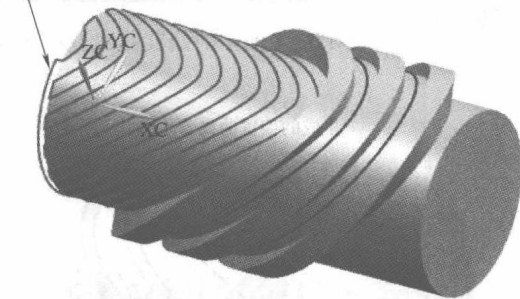
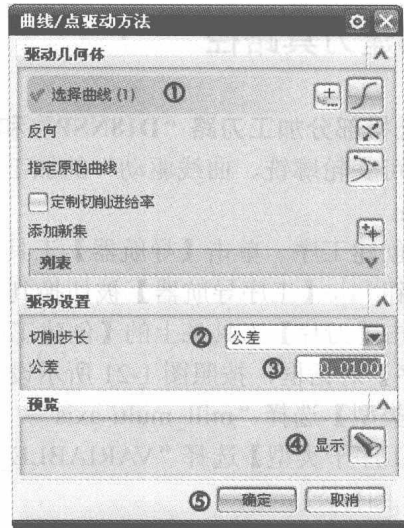
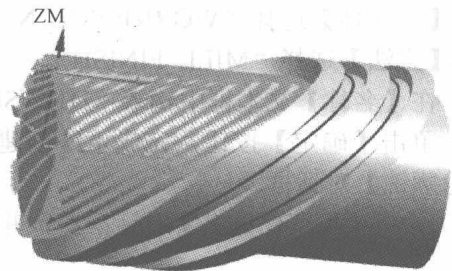
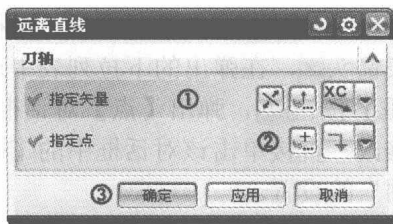

图 1-13 利用【连结曲线】命令生成的样条线
图 1-23 【曲线/点驱动方法】对话框
图 1-24 驱动曲线及其生成的驱动点
图 1-25 【远离直线】对话框
以凸轮左端面建立一个基准平面, 以这个基准平面裁剪掉基准面左边的曲线, 修剪结果如图 1-12 所示; 然后用半径为 70mm 的圆弧把这些曲线连接起来, 首尾相连; 最后利用 UG 软件的【连结曲线】命令按顺序选取全部的曲线, 该命令就把这些首尾相连的曲线变成一条样条线, 如图 1-13 所示(具体操作读者自己完成, 零件文件中已经做好了这些曲线, 放在第 4 层)。
①【驱动方法】选择“曲线/点”, 弹出【曲线/点驱动方法】对话框, 按图 1-23 所示设置对话框参数: ①单击【选择曲线】按钮条, 选择前面设计的无槽部分加工驱动曲线(图 1-13); ②单击【切削步长】右边的下拉列表箭头, 在弹出的下拉列表中选择“公差”; ③在【公差】文本框中输入“0.01”; ④单击【显示】按钮, 驱动曲线上就显示产生的驱动点, 如图 1-24 所示; ⑤单击【确定】按钮, 完成驱动曲线的设置。
②【投影矢量】选择“刀轴”。
③【刀轴】选择“远离直线”, 弹出【远离直线】对话框, 按照图 1-25 所示设置对话框参数。①单击【指定矢量】按钮条, 再单击右边的下拉列表箭头, 在弹出的下拉列表中选择; ②单击【指定点】按钮条, 再单击右边的【点对话框】按钮, 弹出【点】对话框, 对话框默认的点的位置是工作坐标系(WCS)原点, 不用修改, 直接单击该对话框中的【确定】按钮完成点的设置; ③单击【确定】按钮, 完成“刀轴”的设置。